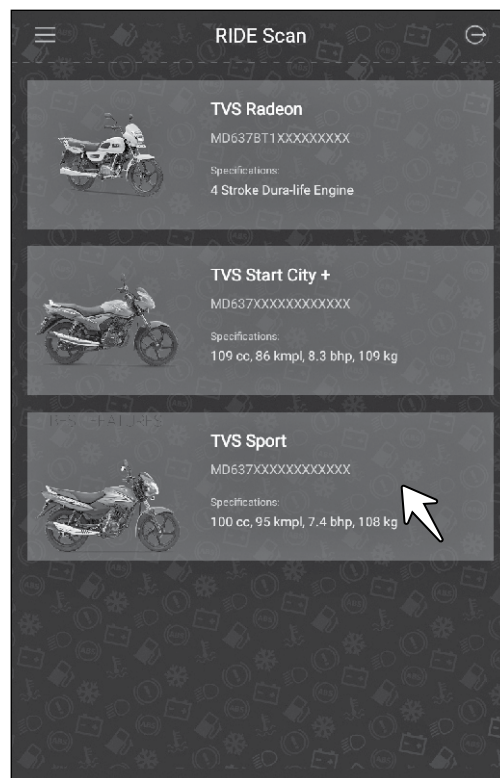

Fig. 7.10
- Selecione o modelo da motocicleta TVS Sport (seta). (Fig. 7.10)